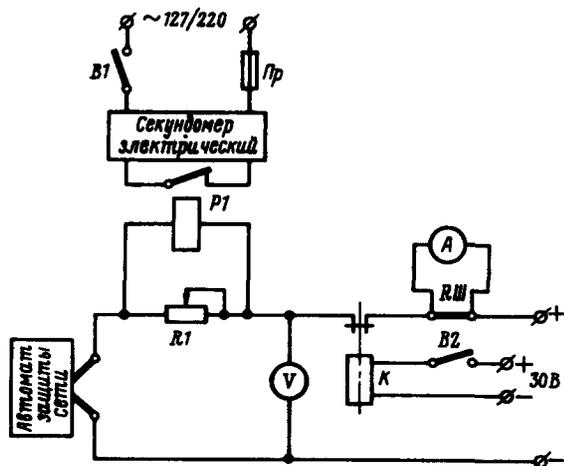

Рис. 117. Электрическая схема проверки автоматов защиты сети на несрабатывание при номинальной нагрузке и на срабатывание от токов трогания:
4. Проверка автомата на несрабатывание при номинальной нагрузке и срабатывание от токов трогания производится по схеме рис. 117. При проверке авто-